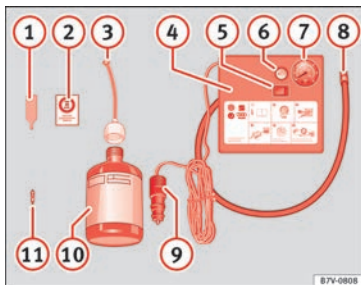

Bild 102 Standardtyp: Innehåll i däckreparationssatsen
Tyre mobility system förvaras under lastgolvet i bagageutrymmet. Satsen består av följande delar » **bild 102**:
Skruva fast påfyllningsslangen » **bild 102** ⑧ igen och kontrollera däcktrycket på mätaren ⑦.